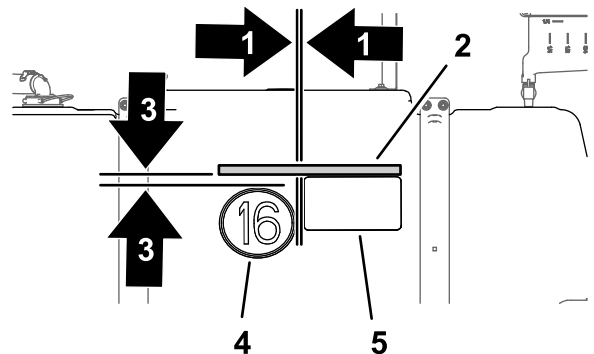

Figura 48
5. No lado direito do depósito, alinhe um pedaço de fita adesiva de 48 cm com a parte superior do autocolante do Toro Multi Pro 5800 e para a frente como se mostra na Figura 48.
6. Meça 28 mm a partir da extremidade inferior da fita adesiva e marque o depósito com um lápis (Figura 48).
7. Meça 21 mm a partir da extremidade esquerda do autocolante do Toro Multi Pro 5800 e marque o depósito com um lápis Figura 48.
8. Retire a parte posterior do autocolante de velocidade e alinhe o autocolante com as marcas (Figura 48) que fez nos passos 6 e 7).
9. Coloque o autocolante no depósito e retire a fita adesiva (Figura 48).